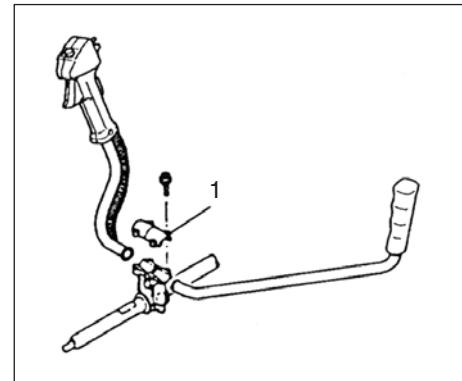

Fig. 1-2
Montage van het handvat (fig. 1-2)
Verwijder de handvatklem (1) van het apparaat. (Fig. 1-2)